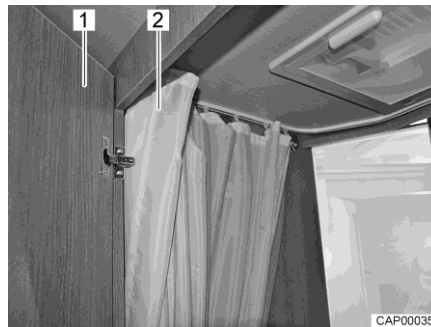

Fig. 126 Cabinet de toilette avec douche
- Pour se doucher, fermer la porte (Fig. 126,1) et fermer entièrement le rideau de douche (Fig. 126,2) de manière à protéger toutes les parois.